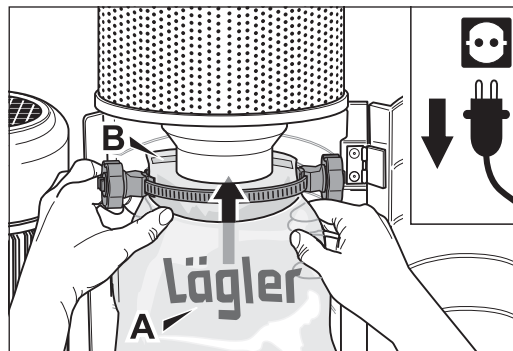

Abb. 52 **Beim Anbringen des neuen Staubbeutels mit dem MultiClip beachten:**
- 8 Schieben Sie die Öffnung des neuen Staubbeutels zusammen mit dem MultiClip über den Stutzen des Staubabscheiders. Der Aufdruck auf dem Staubbeutel muss sich **vor** dem Stutzen (Abb. 52, **A**) befinden und der Klebestreifen am Staubbeutel **hinter** dem Stutzen (Abb. 52, **B**).